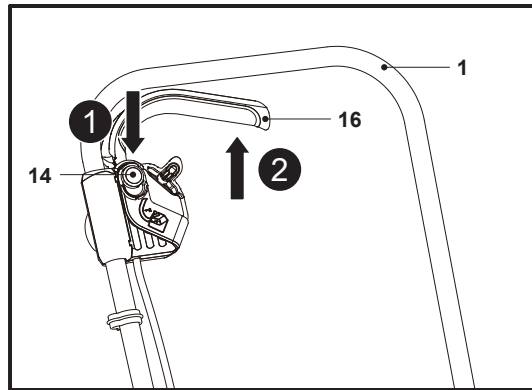

Fig. 11
1. S'assurer que le levier de démarrage (16) est relâché.
2. Appuyer sur le bouton de déverrouillage (14) et le maintenir enfoncé (Fig. 11, étape 1).
3. Pousser le levier de démarrage (16) vers la poignée (1) pour mettre le produit en marche (Fig. 11, étape 2). Maintenir le levier de démarrage (16) en position pendant le fonctionnement.
4. Relâcher le levier de démarrage (16) pour mettre le produit à l'arrêt.